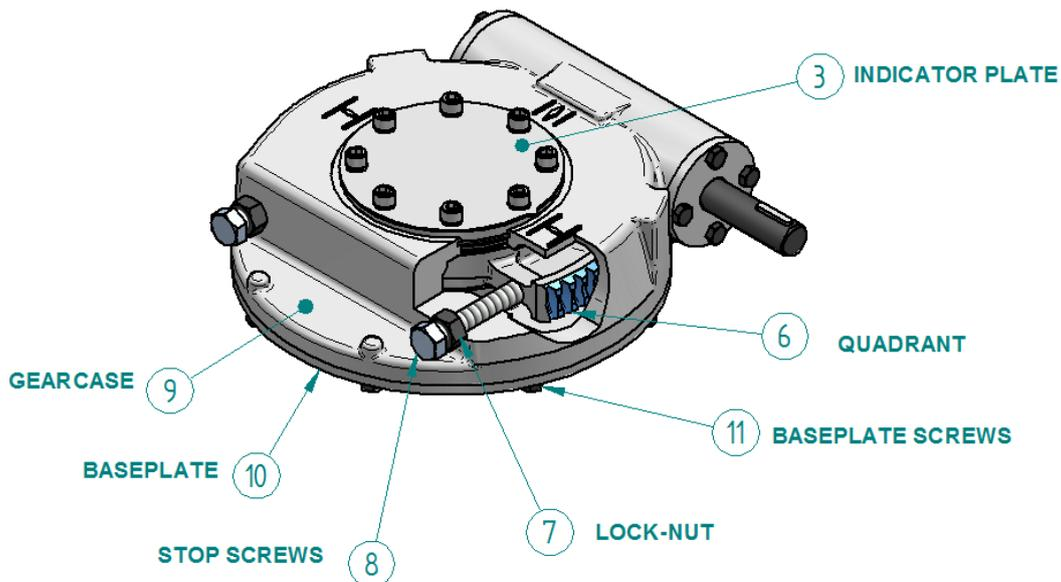

Bild 6: Einstellung der Anschlagschrauben
Achtung: Wir empfehlen dass sie Schrauben (19) und Scheiben (18) zur Grundplatten von IB- und IS-Serien Getriebe fixieren bevor sie solche Getriebe bewegen, abgebildet auf Bild 6 und 6A. Beachten sie dass die Scheiben die Zentrierring decken (15). Somit wird die Abtrennung der Ausgangsbuchse von der Getriebegehäuse verhindert. Schrauben und Scheiben werden nicht bei Rotork mitgeliefert.